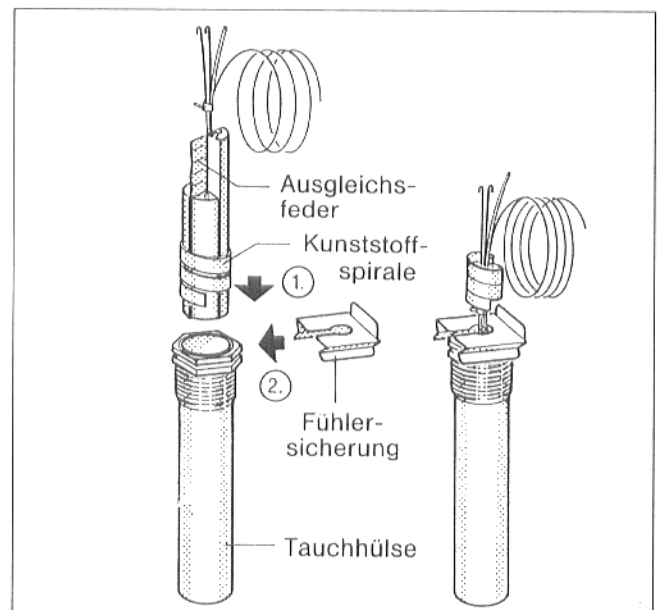

Abb. 21
- Die Kunststoffspirale – zum Zusammenhalten der Fühler – schiebt sich beim Einstecken automatisch zurück (Abb. 21).
Um den Kontakt zwischen Tauchhülse und Fühlerflächen zu gewährleisten und somit eine sichere Temperaturübertragung herzustellen, muß die Ausgleichsfeder zwischen den Fühlern eingeschoben sein (Abb. 21).
- Fühlersicherung von der Seite oder von oben auf den Tauchhülsenkopf drücken (Abb. 21).